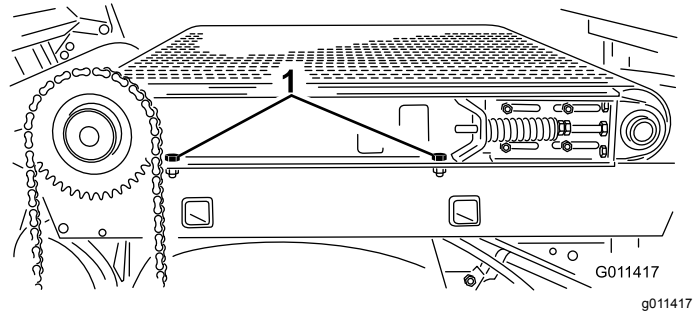

Figure 34
6. Sur le côté droit de la machine, desserrez les 2 vis, rondelles et écrous qui fixent le plateau coulissant au cadre (Figure 34). Desserrez suffisamment les fixations pour permettre au plateau coulissant de basculer.